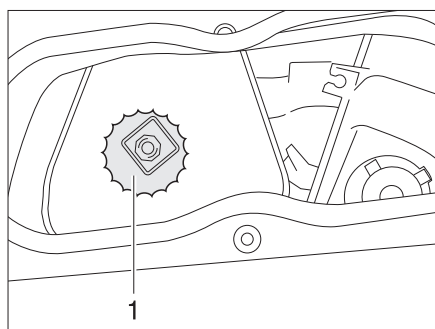

Fig. 34 Couvercle du vase d'expansion d'eau de refroidissement
- Ouvrir prudemment le couvercle (Fig. 34,1) et laisser s'échapper la pression.
- Revisser le couvercle (Fig. 34,1) sur le vase d'expansion d'eau de refroidissement.